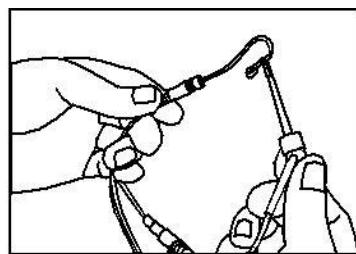
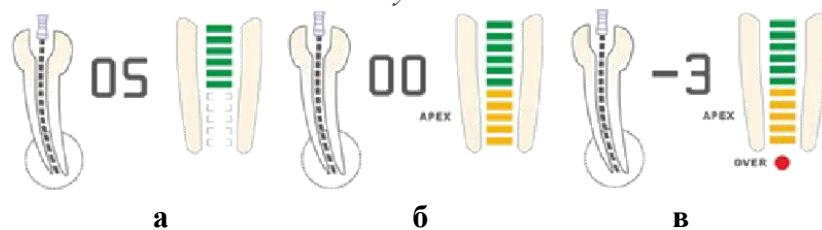

Рисунок 18
Рисунок 19
- Загубник должен касаться изогнутого провода держателя файла (см. Рисунок 18), для подтверждения исправности на ЖК-дисплее отображается значение «-3» (см. Рисунок 19, в), в противном случае – держатель файла или измерительный провод повреждены и должны быть заменены.
- На ЖК дисплее отображается передняя область апикального отверстия. Перейдите к области, выделенной белым цветом (см. Рисунок 19, а).
- Эндо-файл находится в положении возле апикального отверстия, когда высвечиваются оранжевые строки (см. Рисунок 19, б).
- Эндо-файл достиг вершины апикального отверстия, когда отображается красный маячок OVER и издаётся непрерывный звуковой сигнал (см. Рисунок 19, в).